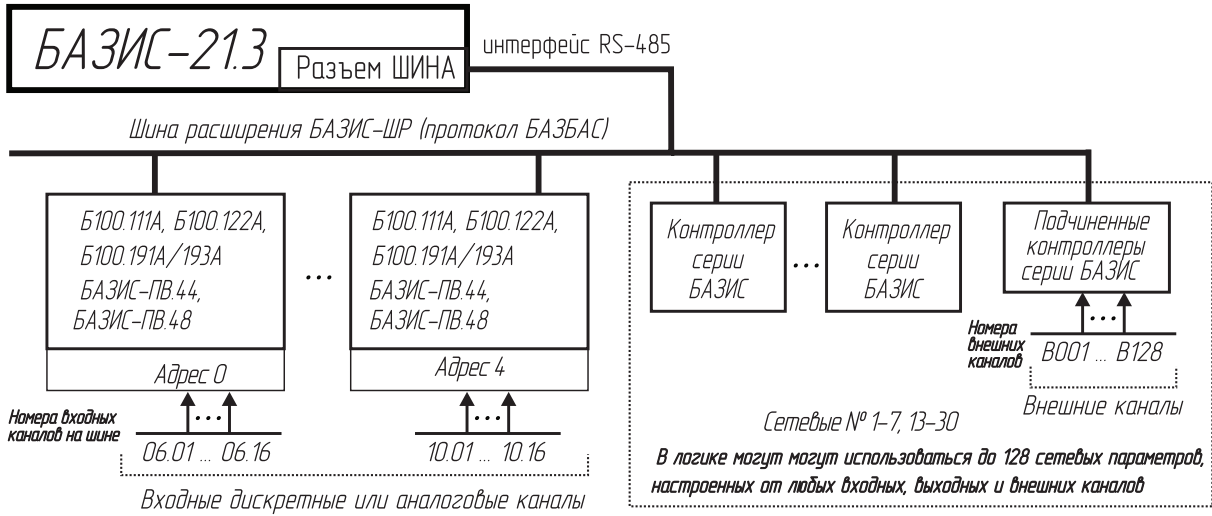

Рис. 2.35. Структурная схема шины расширения БАЗИС-ШР контроллера БАЗИС-21.3
- По шине расширения (Рис. 2.35):
Для наращивания количества каналов и средств сигнализации или сбора информации на шину расширения по протоколу БАЗБАС (Рис. 2.35) могут подключаться: